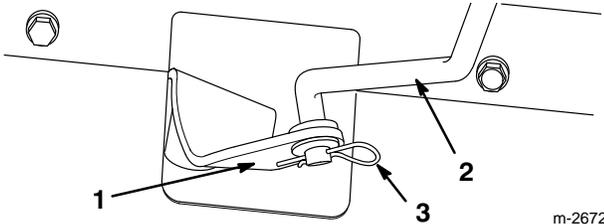
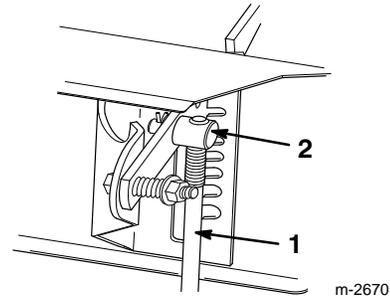

Abbildung 6
Abbildung 7
- Den Schalthebelarm (Abb. 6) ganz herausziehen.
- Die Schalthebelstange im Drehzapfen (Abb. 7) drehen, bis das untere Ende der Stange in das Loch im Schalthebelarm geschoben werden kann (Abb. 6).
- Die Schalthebelstange im Schalthebelarm einbauen, eine Unterlegscheibe an der Stange anbringen und mit einem Splint sichern (Abb. 6).